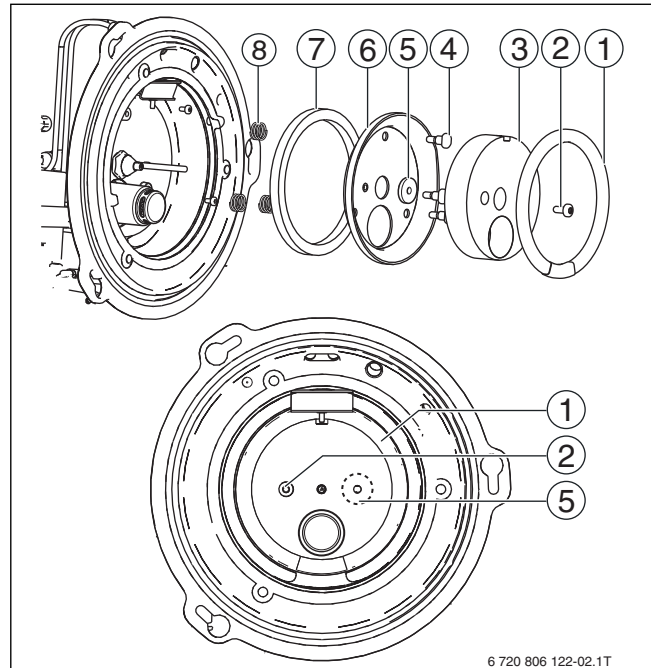

Bild 87 Übersicht Dichtungen
- ▶ Wärmetauscherdichtung (→Bild 87 [1], Seite 50) nach jeder Demontage dieser Dichtung durch ein neues Originalteil ersetzen.
- ▶ Schraube (→ Bild 87, [2], Seite 50) lösen.
- ▶ Wärmetauscherisolierung (→ Bild 87, [3], Seite 50) und die Wärmetauscherdichtung (→ Bild 87, [1], Seite 50) entnehmen.
Ein leichter schwarzer Belag auf der Isolierung (→Bild 87, [3], Seite 50) beeinträchtigt nicht die Funktion.
- ▶ Bolzen (→ Bild 87, [4], Seite 50) demontieren.
- ▶ Deckel des Wärmetauschers (→ Bild 87, [6], Seite 50) mit der Mischraumdichtung (→ Bild 87, [7], Seite 50) und den Druckfedern (→ Bild 87, [8], Seite 50) abnehmen.